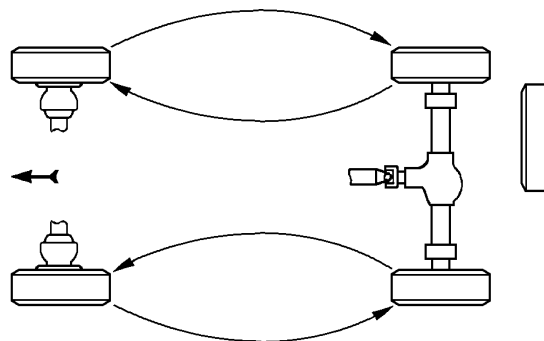

Рис. 11.4. Схема перестановки колес
В процессе эксплуатации (через 10000 км пробега) для обеспечения равномерного износа шин производите перестановку колес в последовательности, показанной на рис. 11.4.
6. Затяните гайку регулировки подшипников ступицы с помощью ключа (рис. 11.4) и лопатки-воротка длиной 300-350 мм одной рукой до тугого вращения колеса.